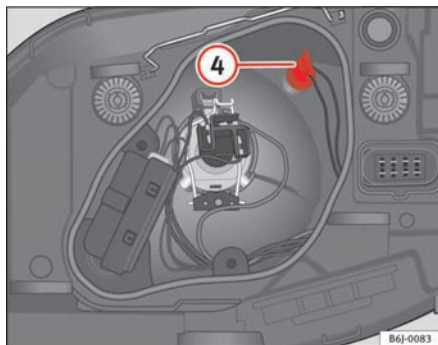

Fig. 140 Positionsllys
- Tag fatningen ④ ⇒ fig. 140 ud.